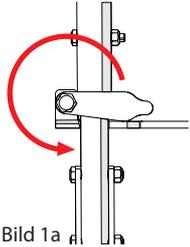

Bild 1a
1. Sicherungshebel für Handkurbel entriegeln (Bild 1a/1b).